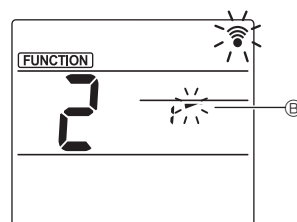

Fig. 3
- ③ Setarea unghiului vanei (Fig. 3) Apăsați butoanele [▲] [▼] pentru a selecta unghiul vanei ②. Orientați telecomanda fără fir spre receptorul unității interioare, apoi apăsați butonul [SET].